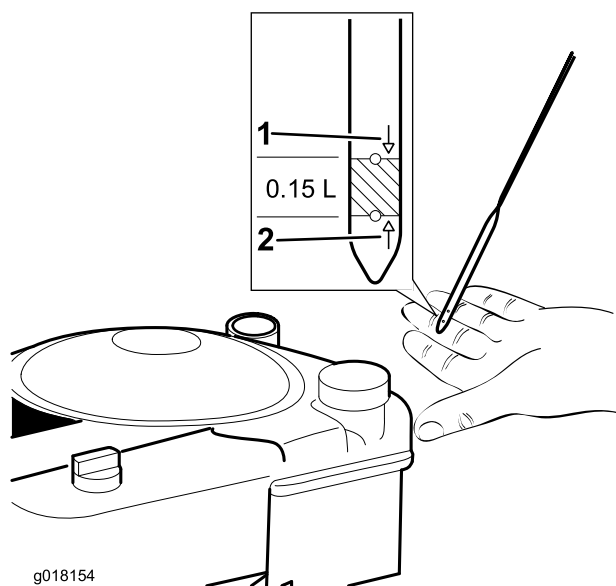

Figure 6
- Retirez la jauge (Figure 6).
2. Versez **lentement** l'huile dans l'orifice de remplissage, patientez 3 minutes puis vérifiez le niveau d'huile sur la jauge en essuyant cette dernière sur un chiffon propre et en l'insérant au fond du tube (Figure 6).
3. Versez de l'huile dans le carter moteur jusqu'à ce que le niveau indiqué par la jauge soit correct, comme montré à la Figure 6.